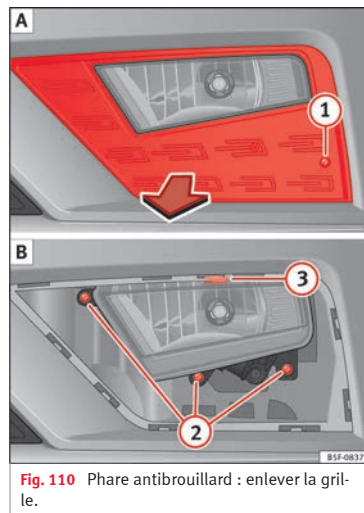
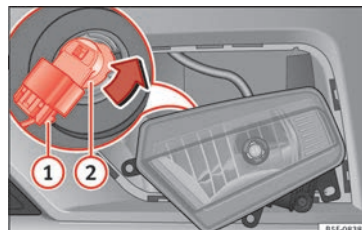

Fig. 110 Phare antibrouillard : enlever la grille.
Fig. 111 Phare antibrouillard : dépose du support d'ampoule
1. Retirez la vis » fig. 110 ① A de la grille du projecteur antibrouillard à l'aide d'un tournevis puis enlevez la grille.
2. Retirez les 3 vis » fig. 110 ② B.
3. Retirez l'agrafe métallique située sur la partie supérieure du projecteur antibrouillard vers l'extérieur du véhicule ③ B avant de retirer le projecteur antibrouillard.
4. Retirez le connecteur » fig. 111 ① de la lampe.
5. Tournez le porte-ampoule ② vers la gauche puis tirez.